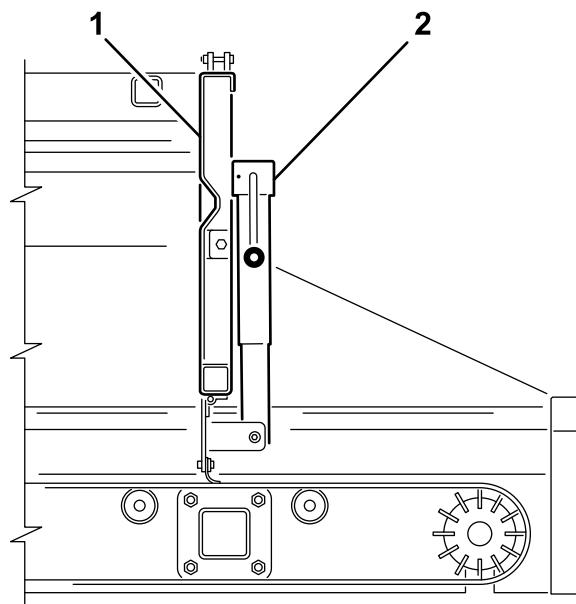
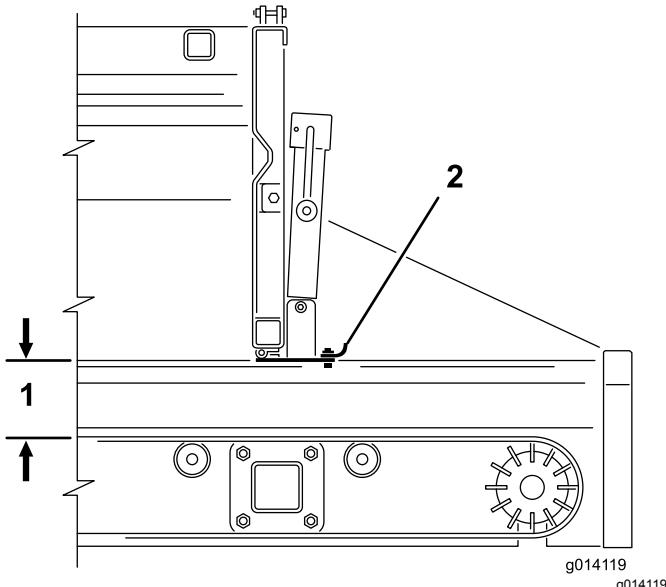

Figura 38
Figura 39
2. Usate la manovella del cavalletto per aprire o chiudere la sezione regolabile della sponda posteriore (Figura 38 e Figura 39). Questo limita il flusso dei materiali quando si utilizza un accessorio.